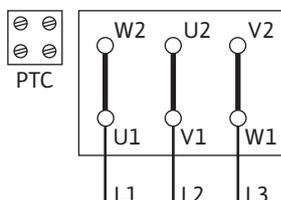
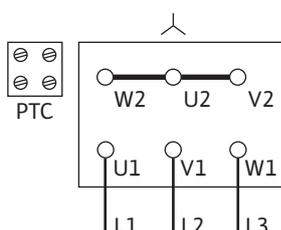

Fig. 12: Conmutación Δ
Fig. 13: Conmutación Y
- La alimentación eléctrica depende de la potencia del motor P2, de la tensión de red y del tipo de arranque. La conmutación necesaria de las clavijas de conexión en la caja de bornes se indica en la tabla siguiente, así como en las Fig. 12 y 13.
Conmutación Δ (Fig. 12)	Conmutación Y (Fig. 13)